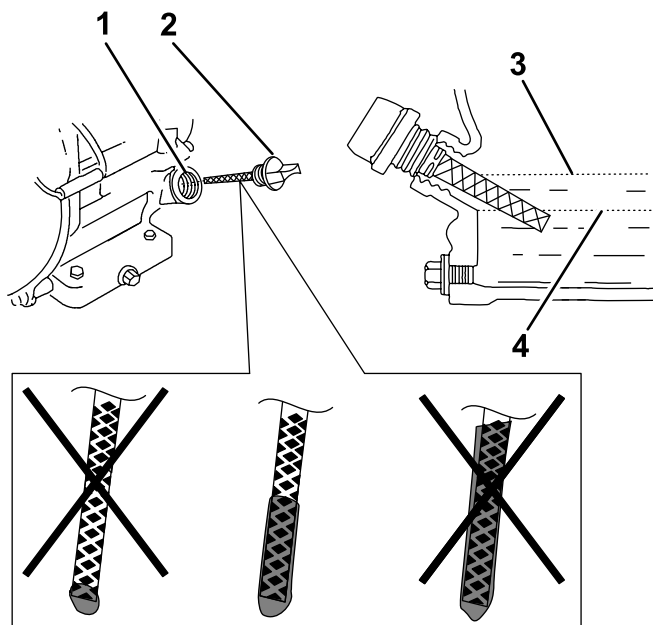

Figura 28
1. Retire la varilla (Figura 28) y vierta aceite lentamente en el orificio de llenado hasta que el nivel de aceite llegue a la marca de límite superior (borde inferior del orificio de llenado de aceite) de la varilla.